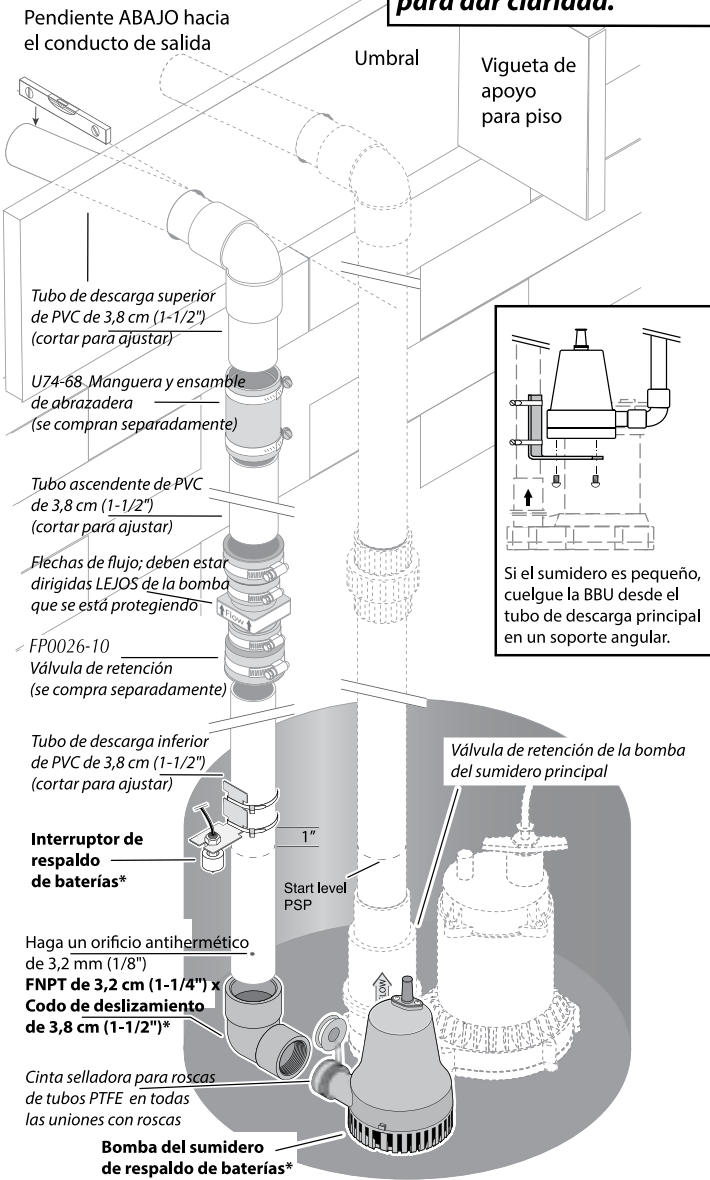

Figura 2: Instalación típica con tubos de descarga separados.
**AVISO:** estudie las páginas 4-6 para determinar el método de instalación más adecuado para usted. Se recomienda la instalación "Separar descarga" (Figura 2, página 4).